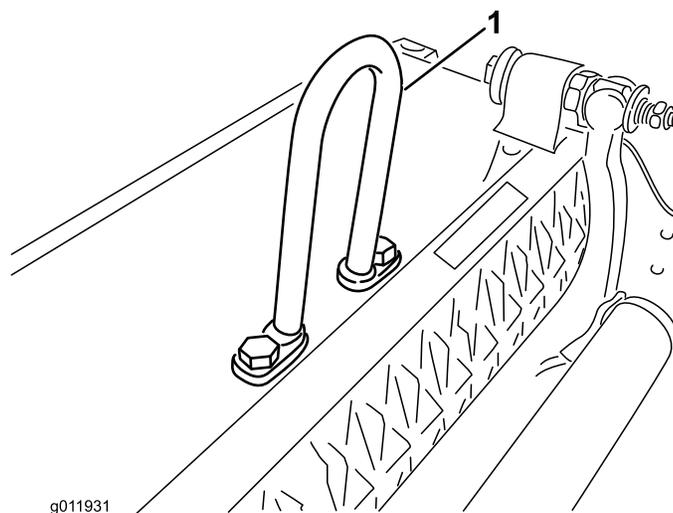

Figura 5
**Nota:** Apriete las contratuercas a 34–40 N-m (25–30 pies-libra) (Figura 5).